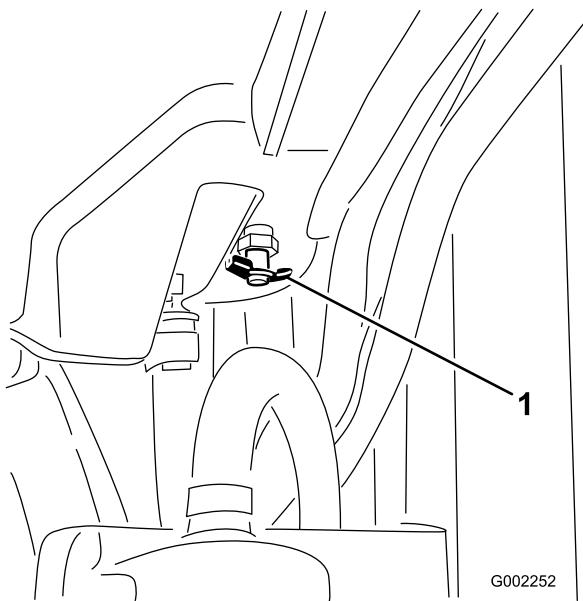

Figure 55
4. Ouvrez la vidange (Figure 55) et vidangez le liquide de refroidissement dans le bac.